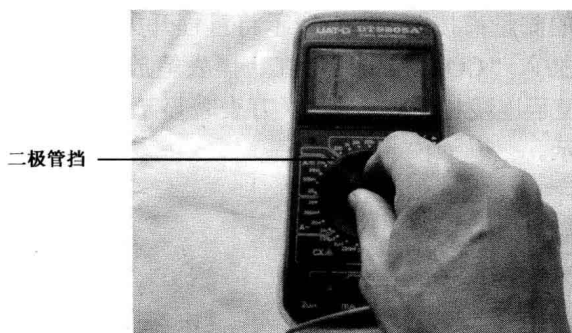
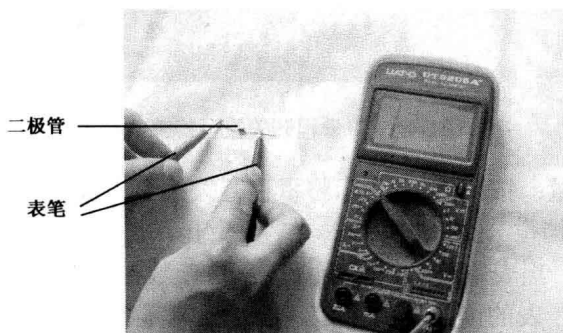

图1-46 将量程开关拨至二极管挡
图1-47 二极管测量
(7) 二极管测量：按图 1-46 所示将量程开关拨至二极管挡（万用表二极管挡与蜂鸣器挡为同一个挡位），红表笔插入“V/ Ω ”孔，黑表笔插入“COM”孔。将红表笔接二极管正极，黑表笔接二极管负极，测量读数在 500 左右；若把红表笔接负极，黑表笔接正极，表的读数应为“1”。若正反测量都不符合要求，则说明二极管已损坏，如图 1-47 所示。